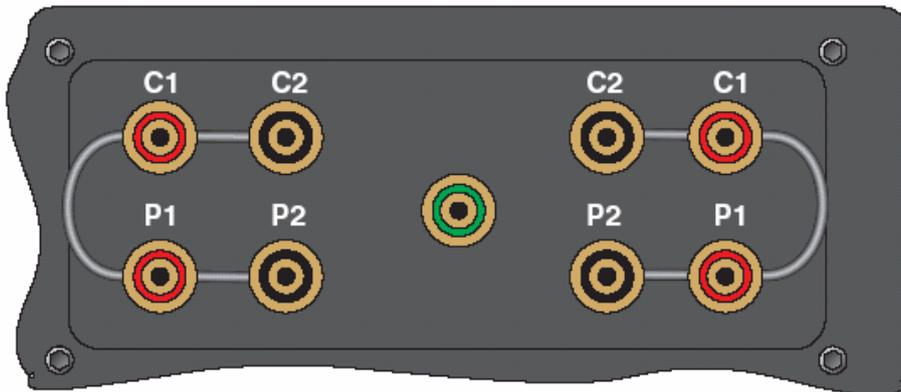

图 50 使用短接导线
1. 将 0Ω 电阻连接到输入，并测量其电阻值。如果使用短接导线的话，则应该短接 C2 和 C1 端子，然后到 P1 和 P2 端子（参见图 50）。记下测量时的平均误差。通过减去测量误差，来调整 C0 参数。例如，若输入为准确的 0.0000，而读数为 -0.0011，则应该将 C0 参数增加 0.0011。
1. 将 0 $\Omega$ 电阻连接到输入，并测量其电阻。如果使用短接导线的话，则应该短接 C2 和 C1 端子，然后到 P1 和 P2 端子（参见第 138 页的图 50）。记下测量时的平均误差。减去测量误差，来调整 C0K 参数。例如，若输入为准确的 0.0 $\Omega$ ，而读数为 -0.11，则应该将 C0K 参数增加 0.11。